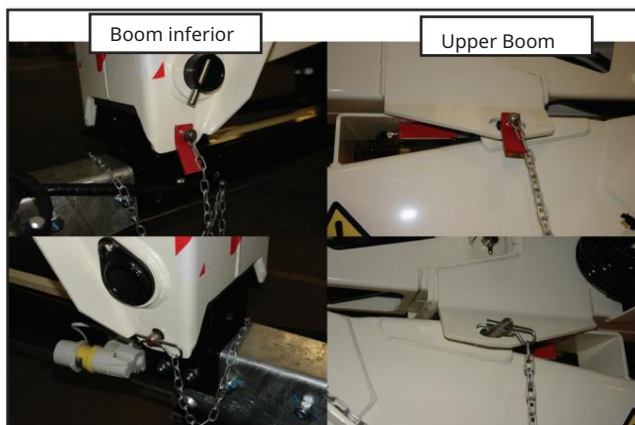

Figura 20 - Locațiile pinului de transport.
2. Cuplați știfturile de transport și blocați-le în poziție folosind o clemă „R” (consultați Figura 20).